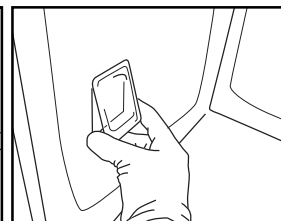

Fig. 9
5. Puneți la loc plafoniera și împingeți-o spre perete pentru a o fixa corect (Fig. 9).